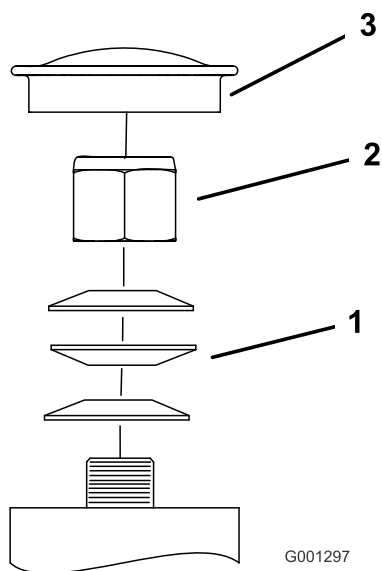

Figura 68
3. Retire el tapón guardapolvo de la rueda giratoria y apriete la contratuerca (Figura 68).
4. Apriete la contratuerca hasta que las arandelas de muelle estén planas, luego afloje ¼ de vuelta para establecer la pre-carga correcta de los cojinetes (Figura 68).
Importante: Asegúrese de que las arandelas de muelle están correctamente instaladas, según se muestra en Figura 68.
5. Coloque el tapón anti-polvo (Figura 68).